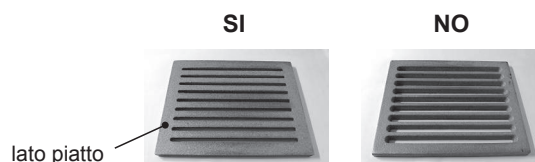

Fig. 16
**N.B.** Prestare attenzione al riposizionamento della griglia in ghisa, che deve essere posta con il lato piatto rivolto verso l'alto (Fig. 16).